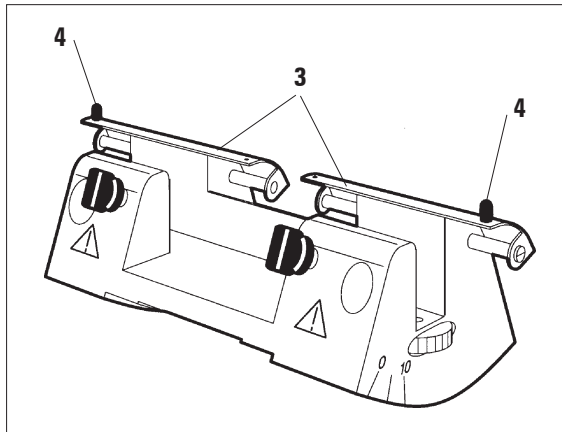

Fig. 3
El protector de dedos (3) del portacuchillas N se desplaza con dos botones (4) (Fig. 3).